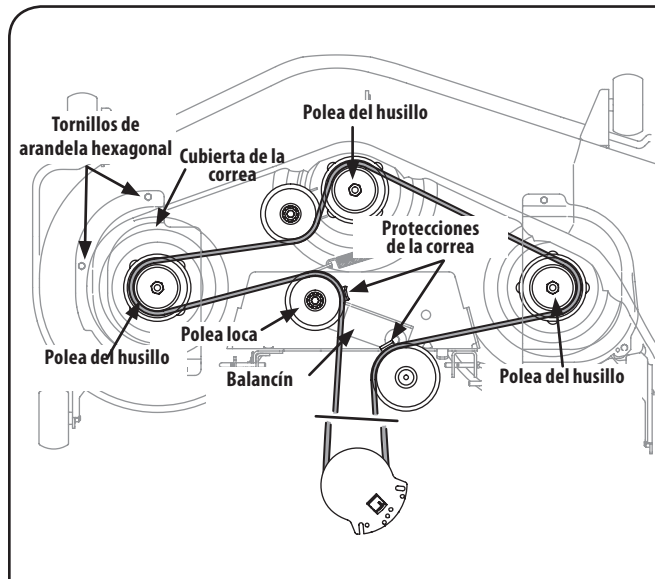

Figura 7-11
- Coloque la correa como se indica en la Figura 7-11 y vuelva a instalar la plataforma.